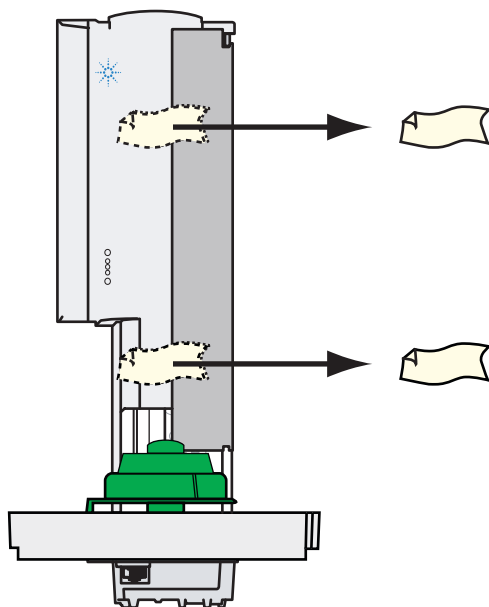

Figure 5 Retrait du ruban adhésif
- 1 Retirez le ruban adhésif qui maintient la porte de l'ALS (Figure 5) et ouvrez-la.